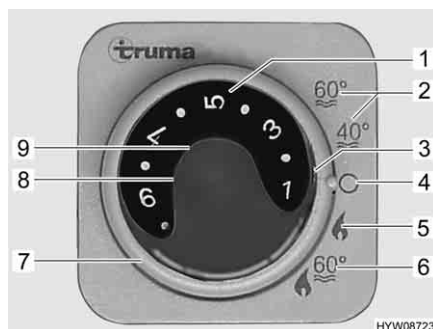

Fig. 109 Centralina di controllo per riscaldamento/boiler
- Impostare la modalità di funzionamento tramite l'interruttore girevole (Fig. 109,7).
A seconda della temperatura ambiente desiderata, il riscaldamento seleziona automaticamente il livello del bruciatore necessario. Al raggiungimento della temperatura ambiente desiderata, il bruciatore si spegne. Durante la modalità di funzionamento "Riscaldamento e boiler" (Fig. 109,6) viene riscaldata anche l'acqua nel boiler. Nella modalità di funzionamento "Riscaldamento senza boiler" (Fig. 109,5) è possibile far funzionare il riscaldamento con il boiler vuoto.
- Impostare la manopola della temperatura (Fig. 109,1) sulla centralina di controllo scegliendo il livello di potenza desiderato.
- Posizionare l'interruttore girevole (Fig. 109,7) su funzionamento invernale "Riscaldamento senza boiler" (Fig. 109,5) o su funzionamento invernale "Riscaldamento e boiler" (Fig. 109,6).
Si accende la spia di controllo verde (Fig. 109,3).
- Posizionare l'interruttore girevole (Fig. 109,7) su "O" (Fig. 109,4).
La combinazione funzionamento a gas e funzionamento elettrico a 230 V diminuisce il tempo di riscaldamento del veicolo (è possibile solo se il riscaldamento viene impostato sulla centralina di controllo (Fig. 109) su funzionamento invernale).